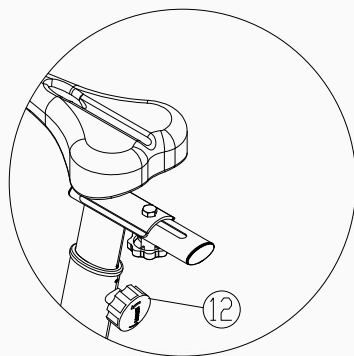

Figura 9
9. Regolare l'altezza della sella tramite la manopola a stella (Pezzo 12). Sono disponibili più posizioni di altezza; fare riferimento alla Figura 9.